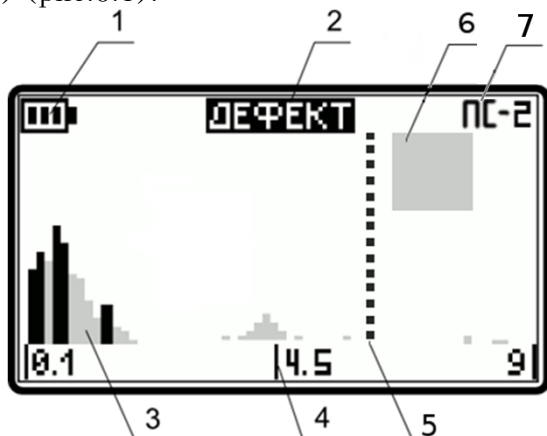

Рис.6.1 Основной экран дефектоскопа
6.2.1 Для включения дефектоскопа нажать и удерживать кнопку  , до появления на экране надписи с названием дефектоскопа и типом преобразователя (ПС1 или ПС2). Затем отпустите кнопку  для перехода в основной экран дефектоскопа (далее по тексту – основной экран) (рис.6.1).